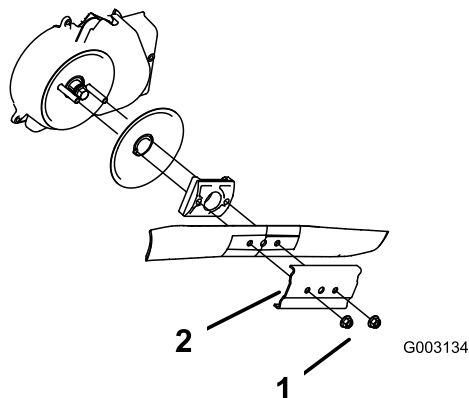

Рисунок 30
3. Отверните 2 гайки крепления ножа и прижим (Рисунок 30).
4. Извлеките нож (Рисунок 30).
5. Установите новый нож (Рисунок 30).